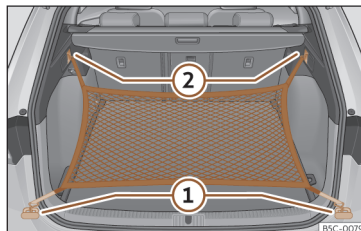

Fig. 129 En el maletero: argollas (1) y ganchos (2) para enganchar la bolsa de red.
- Fije los ganchos cortos de la red en las argollas de amarre»»» fig. 129 (1) »»» ⚠. La cre-